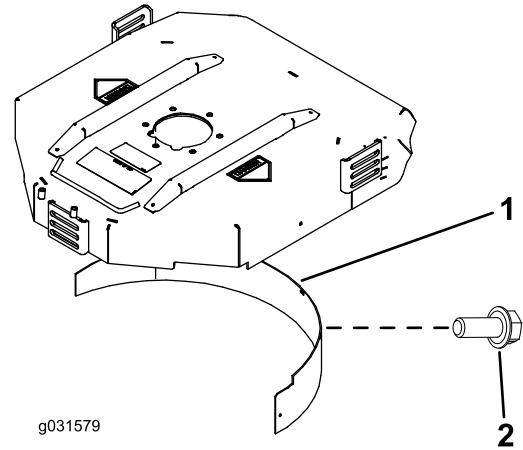

Figure 4
2. Montez le déflecteur de déchetage dans l'ouverture arrière et fixez-le avec 5 boulons à embase (Figure 4).